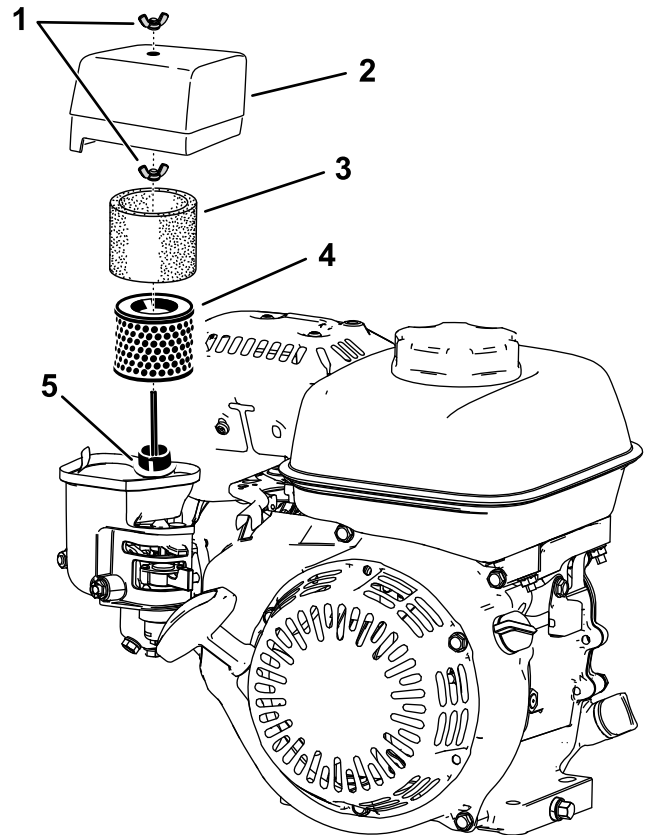

Bild 18
2. Entfernen Sie die Flügelmutter, mit der die Luftfilterabdeckung befestigt ist (Bild 18).